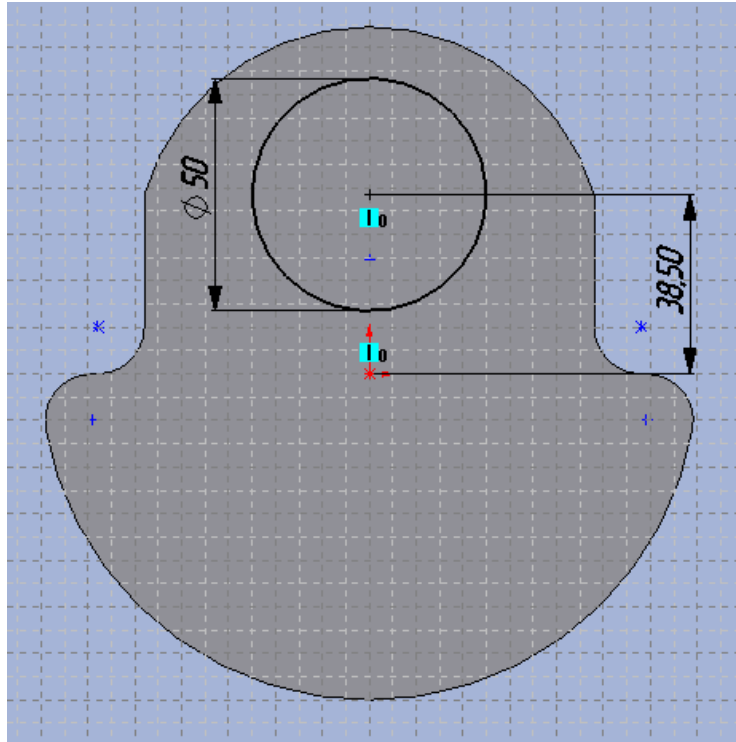

Рис. 2.52. Эскиз шатунной шейки
4. Создадим шатунную шейку коленчатого вала. Для этого на грани щеки, свободной от коренной шейки, постройте эскиз, показанный на рис. 2.52.